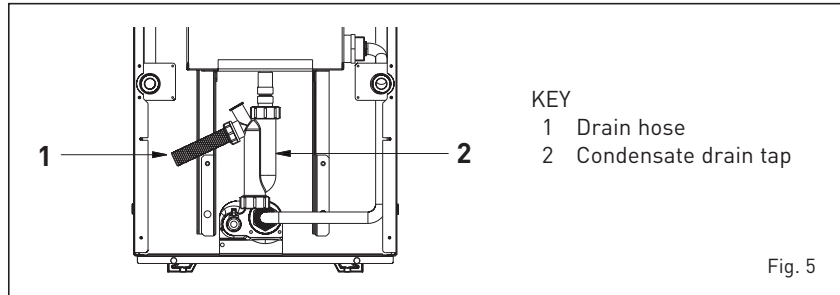

Fig. 5
1.7 SHELL ASSEMBLY (fig. 5/a - fig. 5/b)